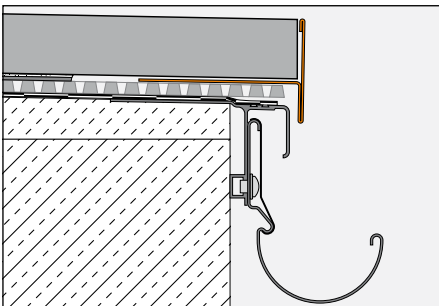

Abb. 2
3.2 Bei Verlegung auf Schlüter®-TROBA-PLUS mit den Dünnbettschalungsringen (Abb. 2) Schlüter®-TROBA-STELZ-DR überdeckt das Abschlussprofil Schlüter®-BARA-RT den freien Rand der Belagskonstruktion. Dabei werden die äußeren Dünnbett-Auflagepunkte auf dem trapez-